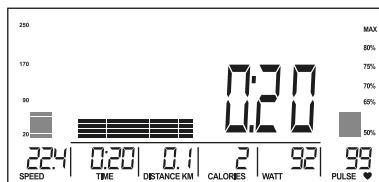

Рис. 14
5. Натисніть START/STOP, щоб розпочати тренування. Під час тренувань ви можете зменшити або збільшити рівень навантаження за допомогою регулятора. Рівень навантаження (опір) буде відображатися у вікні LEVEL, без регулювання протягом 3 секунд, він висвітлить на дисплей значення WATT (Рис. 14).